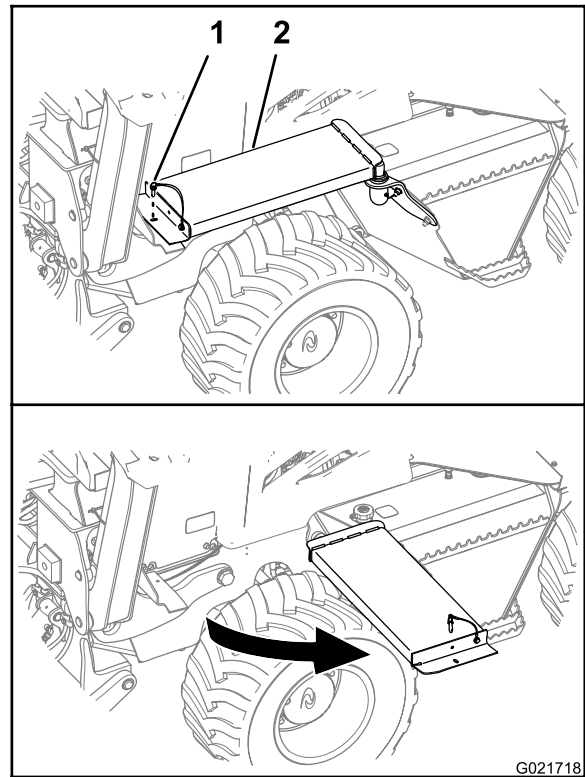

Figure 36
- A. Sur le côté gauche de la machine, enlevez la goupille de retenue à l'avant du marchepied (Figure 36).
- B. Faites pivoter le marchepied pour l'écartier de la machine, comme montré à la Figure 36.
- A. Faites pivoter la partie avant du marchepied à sa position d'origine (Figure 36).
- B. Placez le trou du marchepied en face du trou de son support (Figure 36).